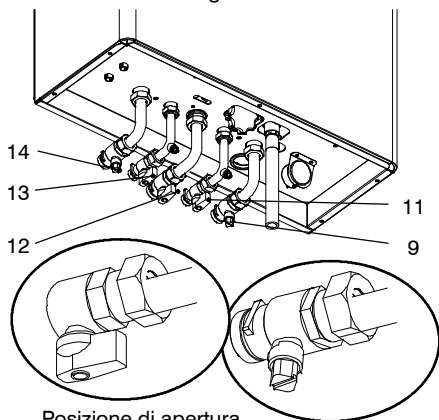

fig. 6.1
- 1 Aprire il rubinetto del contatore gas e quello della caldaia 12 in fig. 6.1
- 4 Aprire il rubinetto di entrata 11 e uscita 13 in fig. 6.1
- 6 Aprire i rubinetti di mandata 14 e ritorno riscaldamento 9 in fig. 6.1.
- 16 Aprire il rubinetto gas 12 in fig. 6.1